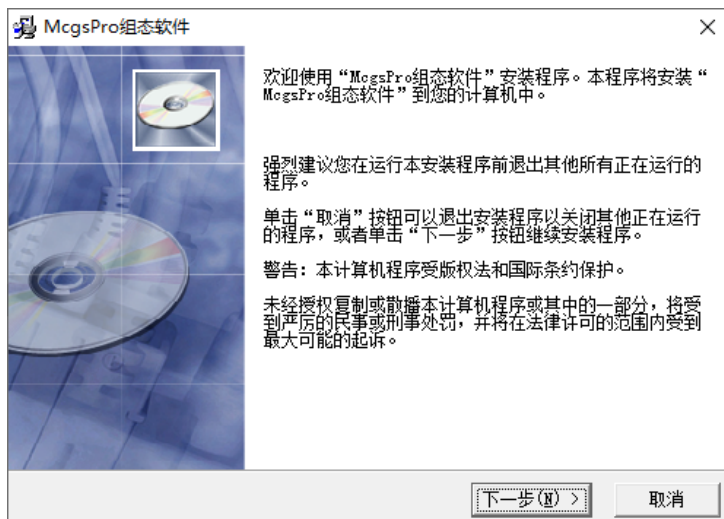

图 2.2-1 欢迎界面
- ① 关闭电脑中的安全软件（杀毒软件和防火墙软件）；
- ② 解压从昆仑通态官网下载的 McgsPro 组态软件压缩包；
- ③ 双击【Setup.exe】，运行安装程序；
- ④ 进入欢迎界面，如图 2.2-1 所示，点击【下一步】：